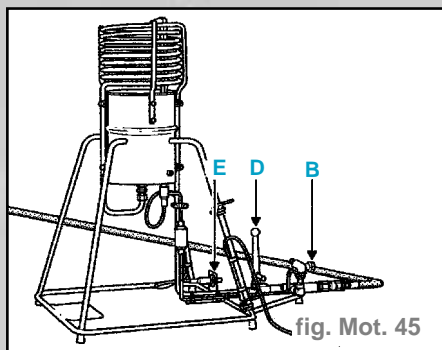

fig. Mot. 45
- Brancher le tuyau (11) de gaz sur le brûleur à la place du raccord (8) en ayant au préalable vérifié la compatibilité des raccords d'étanchéité
- Maintenir le tuyau (11) à l'aide d'un bout de ficelle
- Vérifier que les robinets de gaz sur le brûleur soient fermés (B), (C) et (D) (fig. Mot. 45)